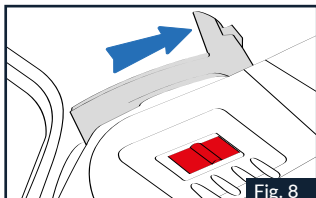

Fig. 8
2.1 Fermer la mentonnière (au cas où elle serait ouverte) et s'assurer que les mécanismes latéraux sont en position d'ouverture complète (Fig. 8).